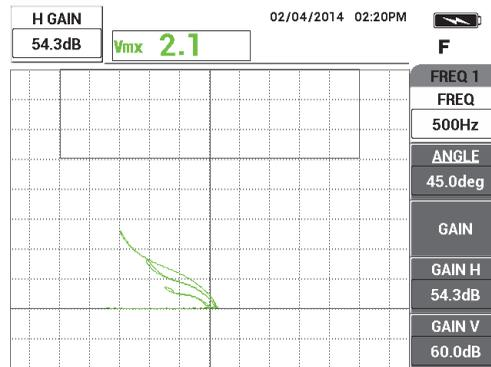

Figure 5-5 Réglage du gain horizontal
- Appuyez deux fois sur la touche GAIN (**dB**) pour afficher le paramètre **GAIN H** dans le coin supérieur gauche de l'écran, et puis diminuez le gain horizontal à l'aide de la molette de réglage jusqu'à ce que le signal de la plus grande encoche se trouve à une distance d'environ 3 divisions du réticule (voir la Figure 5-5 à la page 140).